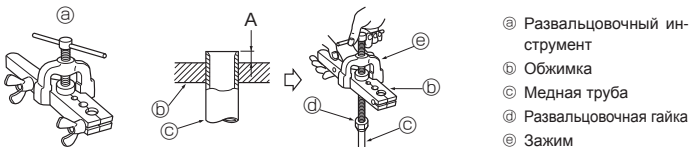

Fig. 5-5
5.3.4. Развальцовка (Fig. 5-5)